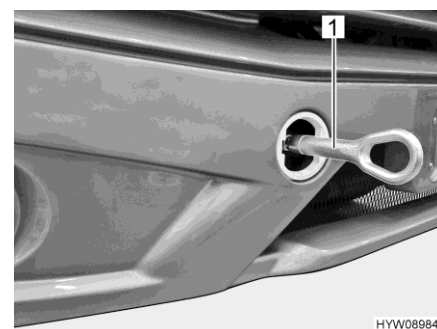

Bild 26 Bogserögla (monterad)
- Montera bogseröglan (Bild 26,1) enligt anvisningarna i bruksanvisningen till basfordonet.